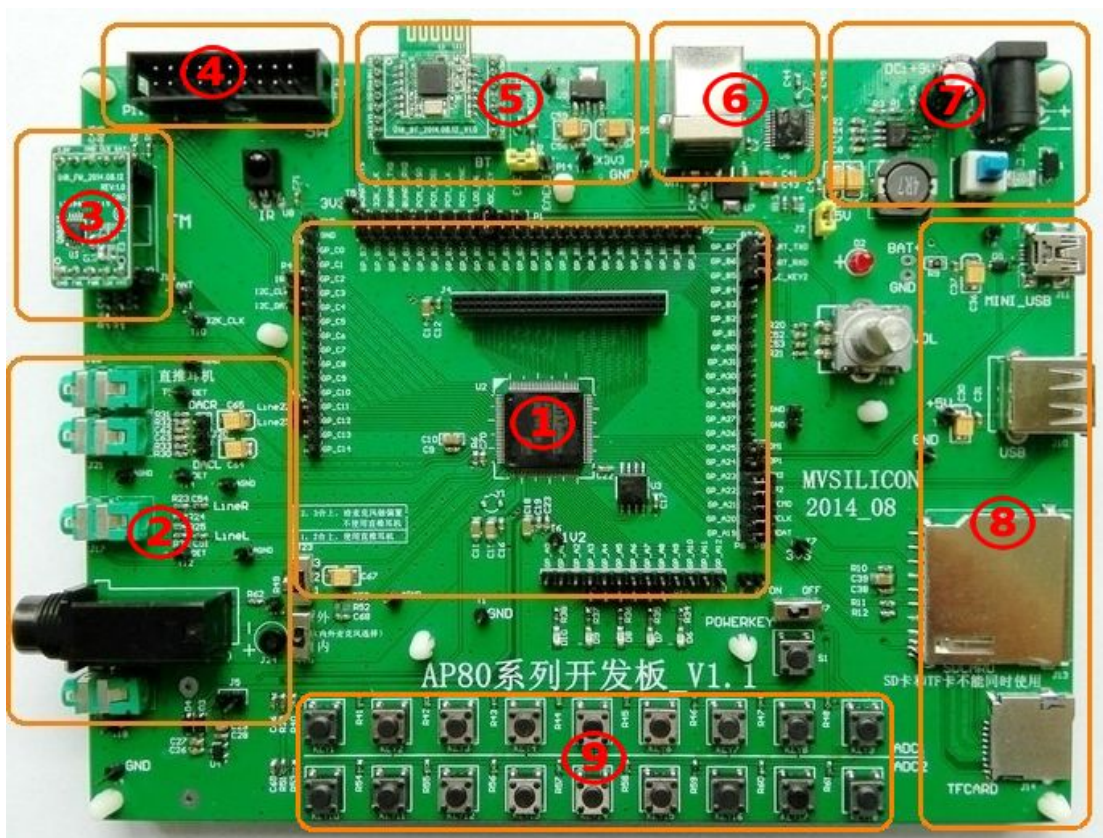

图 4 AP80 系列开发板
首先，将 ULINK2 通过 USB 线连接 PC。第一次使用时，会要求安装驱动（位于 MDK 目录内）。确认 ULINK2 被 PC 正确识别后，将 ULINK2 的 20pin 接头连接到 AP80 系列开发板的 SW 接口（图 4 的④）。SW 信号在 ULINK 调试器接头上的定义如下图，